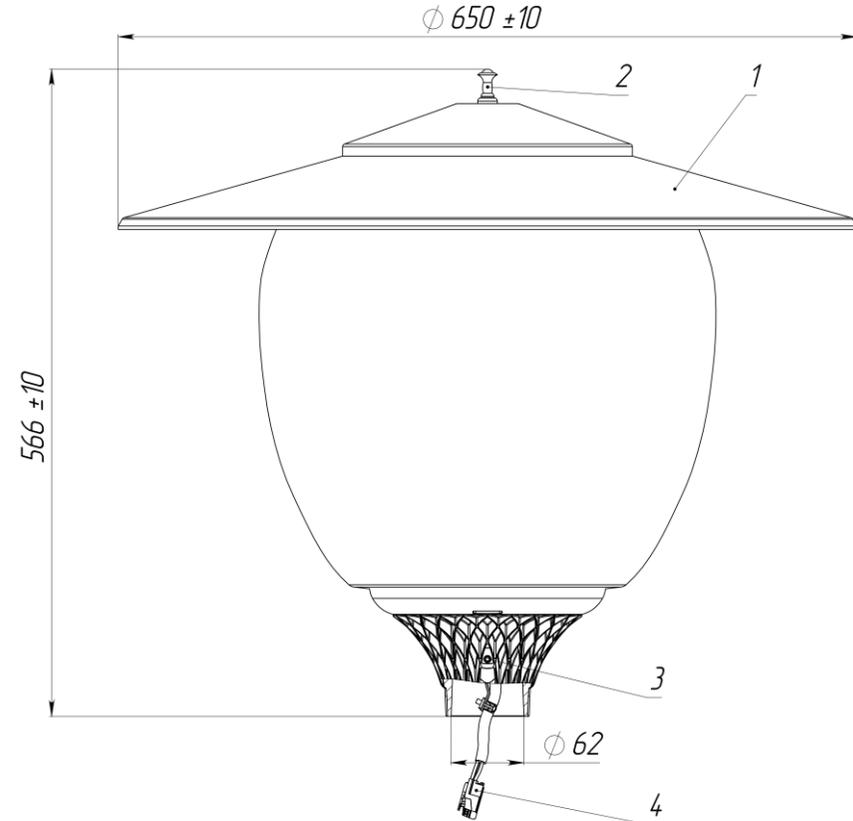

Рисунок 2
2.1 Светильники торшерные серии GALAD/Дон Кихот LED-40 (Рисунок 2) предназначены для функционально-декоративного освещения парков, скверов, бульваров, зон отдыха, территорий микрорайонов, коттеджных поселков.
- декоративная крышка (поз.1 Рисунок 2) (упакована в отдельную коробку)..... 1 шт.;
5.2 Распаковать крышку (поз.1 Рисунок 2), (упакована в отдельную коробку).
5.3 Открутить на верхней части рассеивателя втулку декоративную (поз.2 Рисунок 2), снять прокладку.
5.4 Установить крышку (поз.1 Рисунок 2) на шпильку M10, после чего установить снятую ранее прокладку, затем закрутить втулку декоративную (поз.2 Рисунок 2).
5.5 Светильник устанавливают на трубу диаметром 50...60 мм и закрепляют тремя болтами М6 (поз.3 Рисунок 2) с усилием затяжки 3,5 – 4Н·м.
5.6 Для подключения светильника к питающей сети предусмотрена клеммная колодка фирмы «WAGO» (поз.4 Рисунок 2), обеспечивающая надежный контакт. Подключение светильника через клеммную колодку «WAGO» к питающей сети **обязательно**, при подключении светильника к питающей сети любыми другими способами автоматически снимает гарантию на светильник.